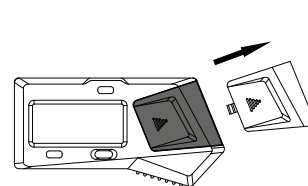

fig.1
- Retirar a tampa da bateria (fig.1)